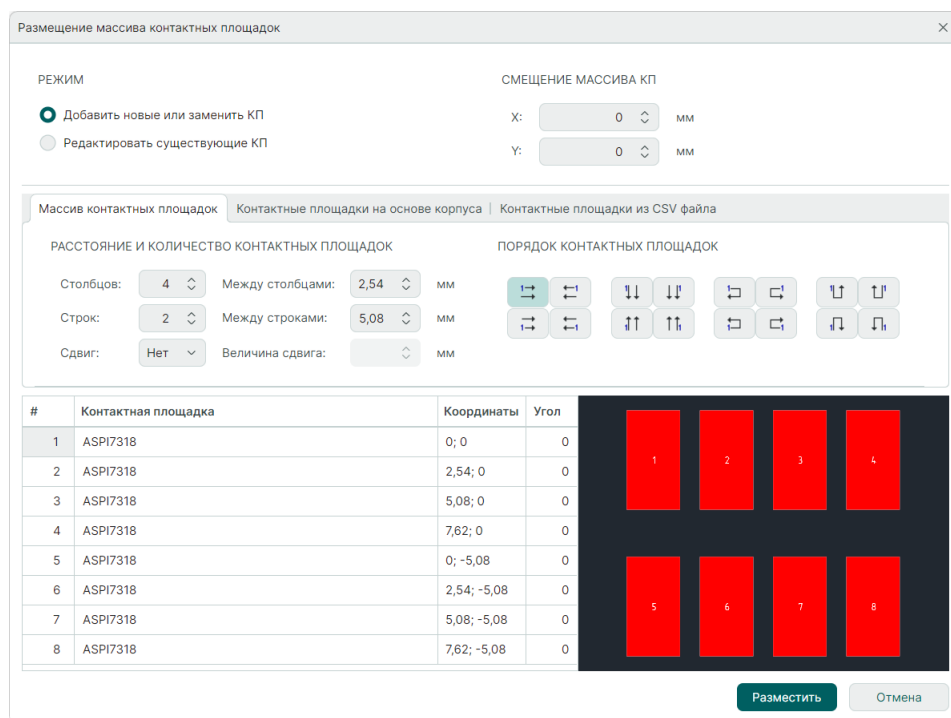

Рис. 89 Окно «Размещение массива контактных площадок»
1. Укажите необходимые параметры массива в окне «Размещение массива контактных площадок», см. Рис. 89.